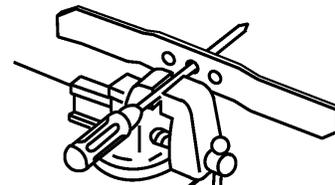

Abbildung 21
1. Die Balance des Schnittmessers überprüfen, indem das mittlere Loch des Messers über einen senkrecht in einem Schraubstock eingespannten Nagel oder Schraubendreherschaft gesetzt wird (Abb. 21).